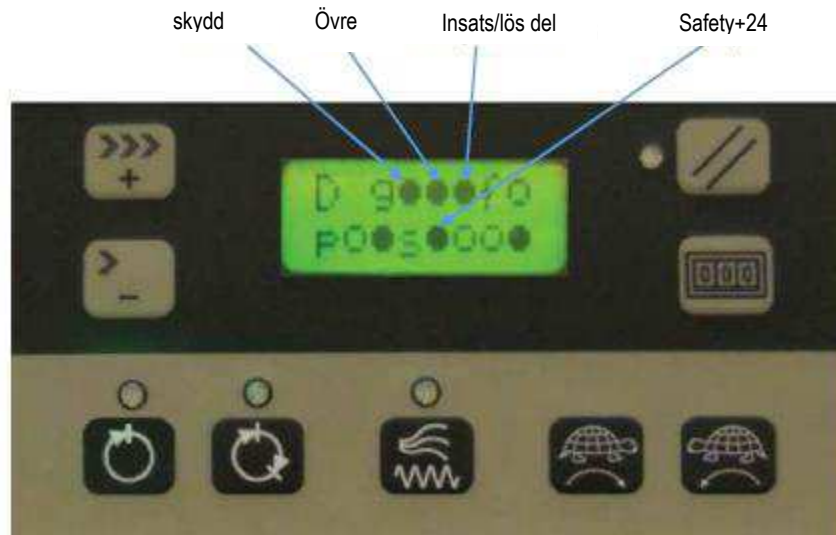

Bild 15
4. Kontrollera på kontrollpanelens display att ingångsidentifierarna för maskinskyddet, övre skyddet och skyddsinsatsen är PÅ och att ingångsidentifieraren för Safety+24 är PÅ. Se bild 15.